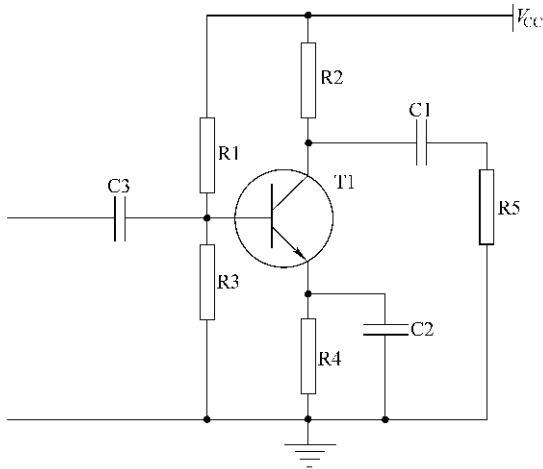

图 1.9 共发射极放大电路
(1)先用 Sch 原理图编辑器绘制图 1.9 所示电路图,命名为 A. sch。
(2)执行菜单命令“文件\报表\电气规则检查”,检查图 1.9 所示电路图,针对检查报告中的错误修改原理图,重复上述过程直到无错误为止。